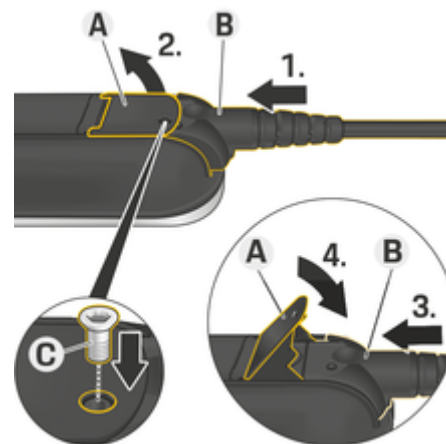

Fig. 9: Fixation du câble et blocage du connecteur
- ✓ Le levier **A** (Fig. 9) est fermé.
1. Insérez le connecteur **B** (Fig. 9) dans l'unité de commande, jusqu'au premier point de résistance.
5. Fixez le connecteur **B** à l'unité de commande à l'aide de la vis **C** (Fig. 9).